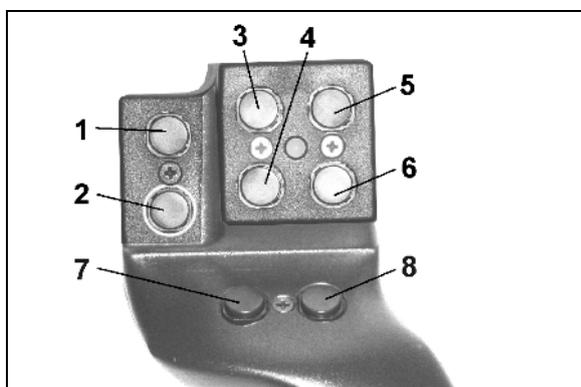
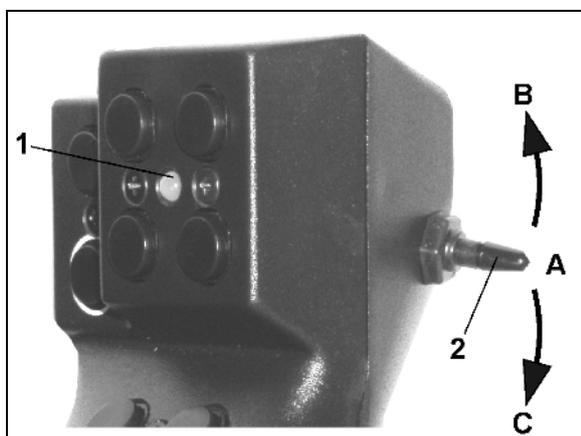

Fig. 111
Fig. 112
La poignée multifonctions (Fig. 111) dispose de 8 touches (1 - 8) pour commander la machine. Un commutateur (Fig. 112/2) donne aux touches 3 affectations différentes.
-  position centrale (Fig. 112/A) et peut être manœuvré
-  vers le haut (Fig. 112/B) ou
-  vers le bas (Fig. 112/C).
La position du commutateur est indiquée par une DEL (Fig. 112/1).